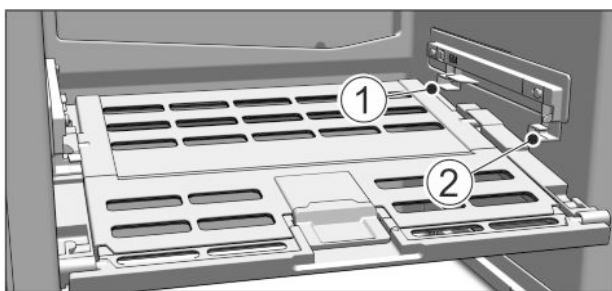

Fig. 10
- ▶ Mettre en place le couvercle du compartiment Fruit & Vegetable : Introduire les rainures du couvercle en bas dans le support arrière Fig. 10 (1) et les insérer dans le support Fig. 10 (2).